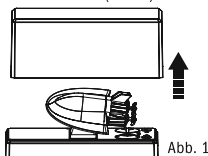

Abb. 1
1. Öffnen Sie den transparenten Deckel der Kunststoffbox (Abb. 1).